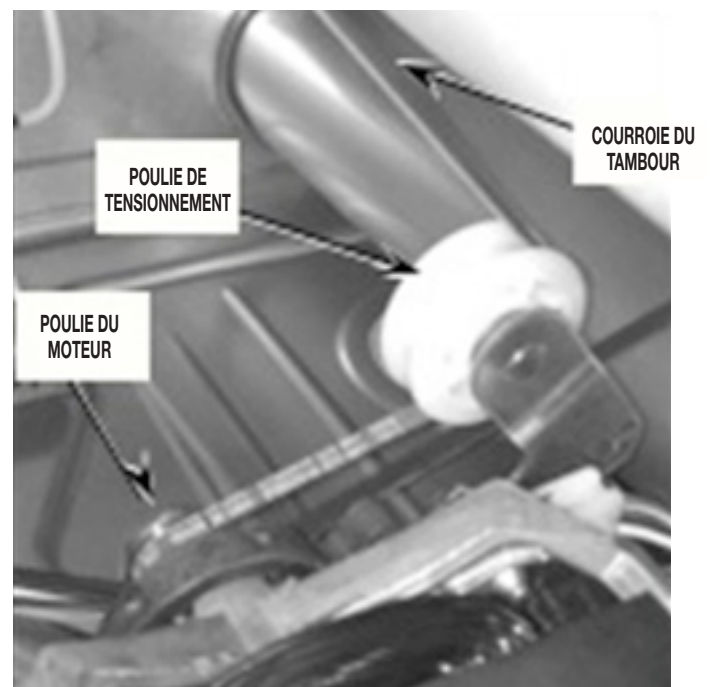

FIGURE 9
- Détendre la courroie du tambour par l'intérieur de la sècheuse, juste au-dessous du tambour et derrière le moteur d'entraînement. Saisir la poulie de tensionnement et la lever pour détendre la courroie; dégager la courroie de la poulie du moteur, puis rabaisser doucement la poulie de tensionnement. Voir la *Figure 9*.